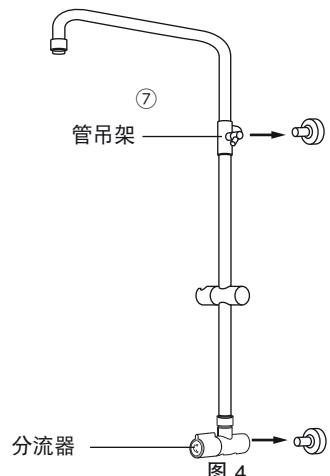

图4
⑦ 将分流器安装到下托架，将淋浴管固定器安装到上托架如图4所示。
⑧ 使用随附的小扳手，用螺钉拧紧分流器和淋浴管固定器。